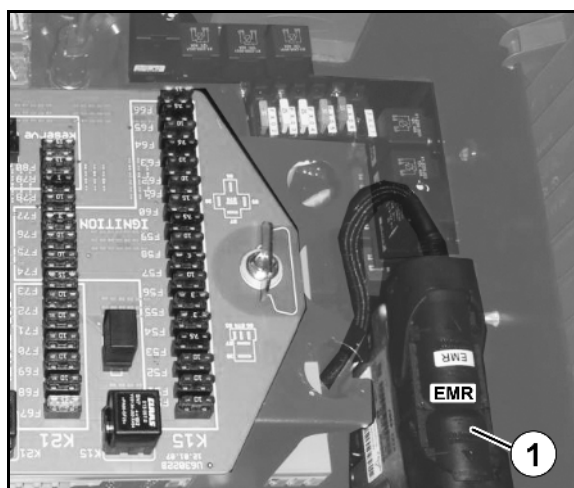

Fig. 133
- Træk EMR-stikket (Fig. 133/1) ud på styreenheden i centralelektrikken i kabinen under armlænet til højre ved siden af kabinen.